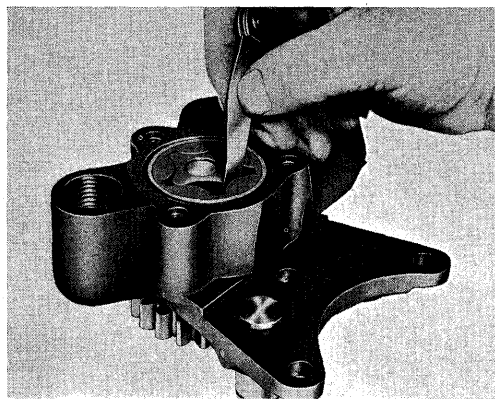

Fig. 14.
1. Spillerummet mellem den indvendige og udvendige rotor, på de steder hvor "tænderne" passerer hinanden, må ikke overstige .006" (0,15 mm) - fig. 14.